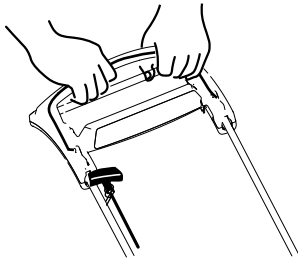

Bild 18
3. Drücken Sie den Schaltbügel gegen den Holm (Bild 18).